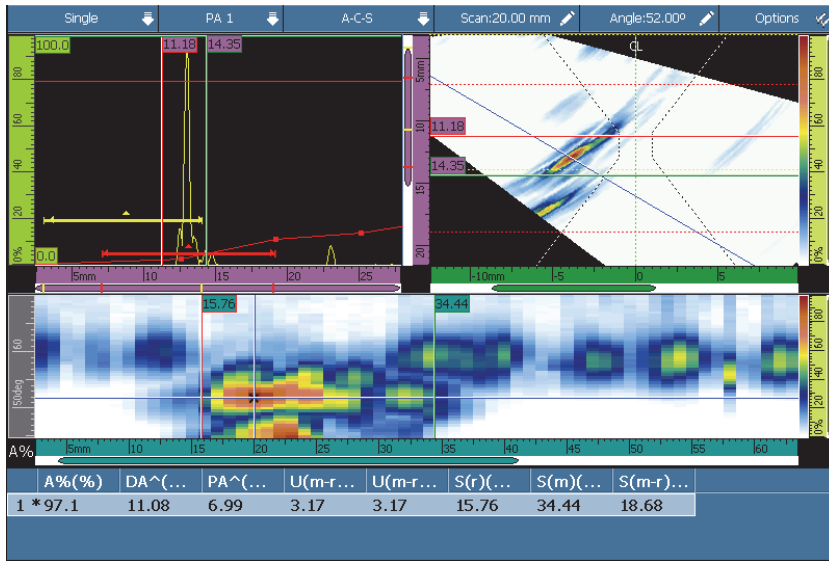

Figura 6-11 Exemplo de uma tabela de indicação
1. Na barra de título, selecione **Opções > Tabela de indicação** para exibir a tabela de indicação na parte inferior da visualização de dados (veja Figura 6-11 na página 189).